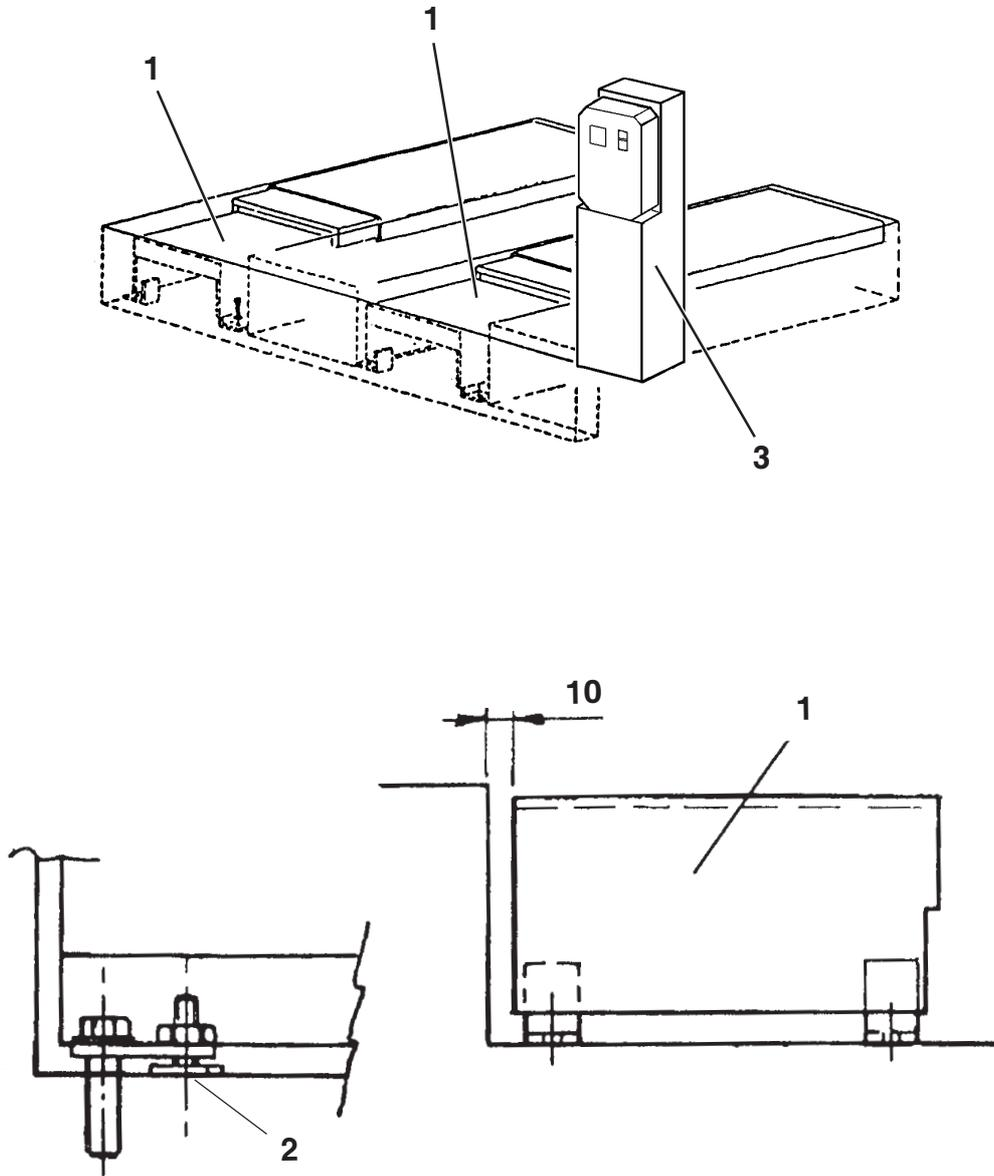

Fig. 15
Rif. Fig. 15. Posizionare sul pavimento il supporto (1) come a Fig. 15 nel centro delle prolunghe pedane, inserire sotto le viti di registro M12 i piastrini (2) quindi registrare l'altezza. Utilizzando i fori del supporto come dime, forare con una punta da 12 mm profondità 80 mm. Inserire i tasselli in dotazione e serrare a fondo.
Rif. Fig. 15. Posizionare la centralina 3. Utilizzando i fori esistenti come dime, forare con punta da 9 mm., profondità 50 mm. Fissare con tasselli in dotazione e rimontare il mobile sulla centralina.
Ref. Fig. 15. Position the support (1) on the floor as shown in Fig. 15 in the middle of the footboard extensions, fit the plates (2) beneath the adjustment screws M12, then adjust the height. Using the holes of the support as templates, drill to a depth of 80 mm with a 12 mm bit. Fit the plugs supplied and tighten home.
Ref. Fig. 15 - Position the the control unit 3. Using the existing holes as templates, drill with a 9 mm bit to a depth of 50 mm. Fasten with the plugs supplied and refit the unit on the control unit.
Zu Abb. 15. Die Halterung (1) gemäss Abb. 15 auf den Fussboden und in die Mitte der Fahrschienenverlängerungen positionieren. Unter die Einstellschrauben M12 die Plättchen (2) einsetzen und dann die Höhe einstellen. Die Halterungsbohrungen als Schablonen verwenden und mit einem 12 mm Bohrer 80 mm tief bohren. Die mitgelieferten Dübeln einsetzen und fest anziehen.
Zu Abb. 15. Den Schaltschrank 3 positionieren. Die bestehenden Bohrungen als Schablonen verwenden und mit einem 9 mm Bohrer 50 mm tief bohren. Mit den mitgelieferten Dübeln befestigen und das Gehäuse wieder auf den Schaltschrank montieren.
Réf. Fig. 15. Positionner au sol le support (1) comme indiqué à la Fig. 15, au centre des rallonges des chemins de roulement et introduire sous les vis de réglage M12 les plaques (2) et régler la hauteur. Utiliser les trous du support comme gabarit et percer avec une mèche de 12 à une profondeur de 80 mm. Introduire les chevilles en dotation et serrer à fond.
Réf. Fig. 15. Positionner le boîtier de commande 3. Utiliser les trous existants comme gabarit et percer avec une pointe de 9 mm, à une profondeur de 50 mm. Fixer avec les chevilles en dotation et remonter le coffret sur le boîtier de commande.
Ref. Fig. 15. Colocar en el suelo el soporte (1) como indica la Fig. 15 en el centro de las prolongaciones de las tarimas; meter debajo los tornillos de regulación M12, las chapetas (2) y luego regular la altura. Utilizando los agujeros del soporte como plantillas, agujerear con una punta de 12 mm. a una profundidad de 80 mm. Meter los tacos que se dan con el equipamiento y apretar a fondo.
Ref. Fig. 15. Colocar la centralita 3. Utilizando los orificios existentes como plantillas, agujerear con un taladro de 9 mm., a una profundidad de 50 mm. Sujetar con los tacos en dotación y volver a montar el mueble en la centralita.